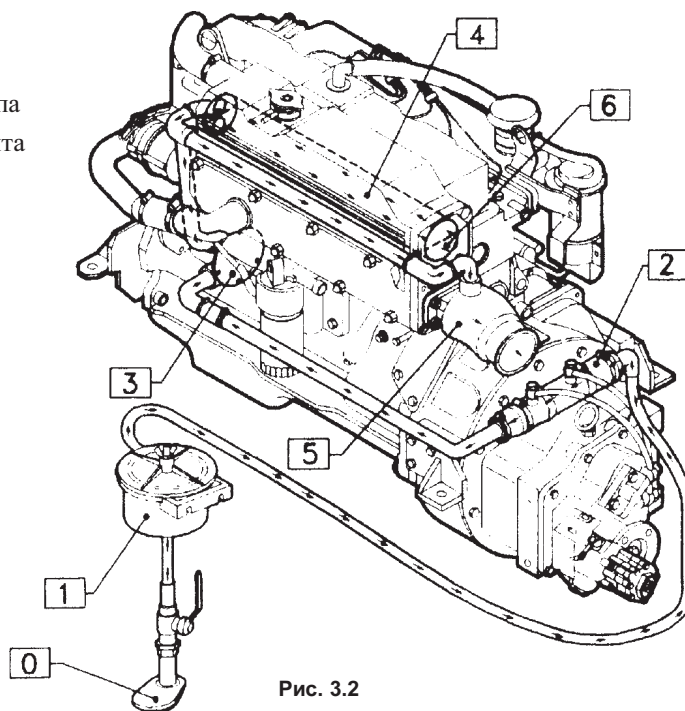

Рис. 3.2
3.2.2. Открытый контур (охлаждение забортной водой) — см. рис. 3.2